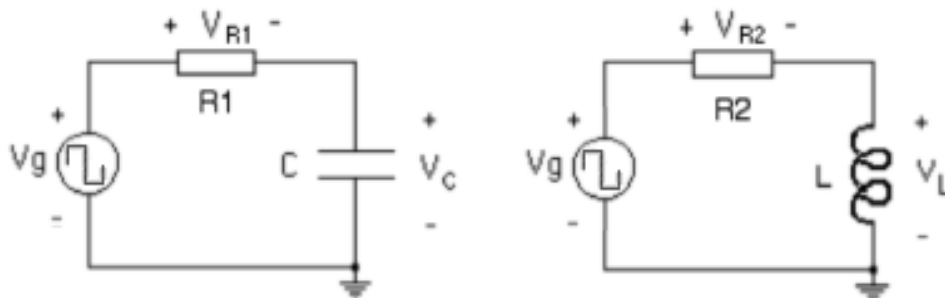

Figura 5.3.- Circuitos RC y RL para medir la constante de tiempo.
- 7.- Para completar el análisis de los circuitos RC y RL, realice la simulación TRANSIENT en SPICE de los circuitos mostrados en la Figura 5.3 aplicando una fuente de señal cuadrada **Vpulse**, con los valores dados por su profesor y considerando que el voltaje inicial en el condensador y la corriente inicial en el inductor son cero. El objetivo de la simulación es observar la respuesta transitoria, por lo tanto debe seleccionar cuidadosamente el valor máximo del eje de tiempo, a fin de poder determinar la constante de tiempo del circuito.
16.- Para completar las mediciones sobre los circuitos RC, monte el circuito de la Figura 5.3.a con los valores indicados por su profesor, aplique una señal cuadrada entre 0 y 5V, seleccionando cuidadosamente la frecuencia para ver la respuesta transitoria y determine la constante de tiempo del circuito RC ($\tau = RC$). Al igual que cuando se realizó la simulación es SPICE, la idea es tener una señal cuadrada de valor máximo 5V y valor mínimo 0V, cuyo semiperíodo, es decir el tiempo en el que la señal permanece en el valor máximo, sea unas 8 veces la **constante de tiempo** del circuito correspondiente (la cual se debe determinar a partir de los valores de los componentes utilizados). La calibración del eje horizontal debe seleccionarse de forma que puedan observarse uno o dos períodos completos de la señal cuadrada. Utilice los cursores de amplitud para medir el voltaje máximo sobre el condensador y determinar el punto donde el voltaje es 0,632Vmax. Luego utilice los cursores de tiempo para determinar el intervalo que corresponde a la constante de tiempo.
17.- Para completar las mediciones sobre los circuitos RL, monte el circuito de la Figura 5.3.b con los valores indicados por su profesor, aplique una señal cuadrada entre 0 y 5V, seleccionando cuidadosamente la frecuencia para ver la respuesta transitoria y determine la constante de tiempo del circuito RL ($\tau = L/R$). Apliquen las mismas indicaciones que en el punto anterior. Utilice los cursores de amplitud para medir el voltaje máximo sobre el inductor y determinar el punto donde el voltaje es 0,368Vmax. Luego utilice los cursores de tiempo para determinar el intervalo que corresponde a la constante de tiempo.